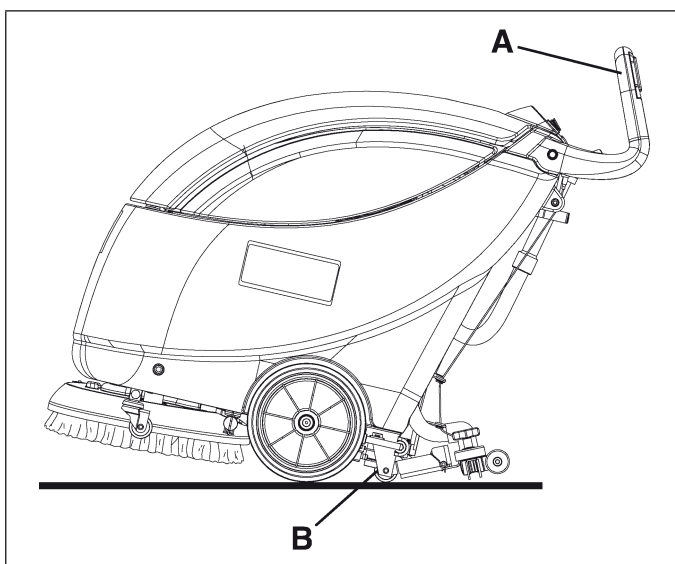

Figure 11
4. Empuñar el manillar (A, Fig. 11) con las manos y bajarlo hasta apoyar la rueda trasera (B) en el suelo, como muestra la figura 11. Manteniendo la máquina en esta condición, empujarla en un lugar adecuado para el transporte/estacionamiento.